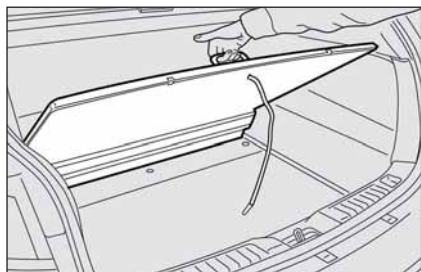

fig. 2
- mediante l'apposita maniglia sollevare il piano di carico (dove previsto), come illustrato in **fig. 2**;